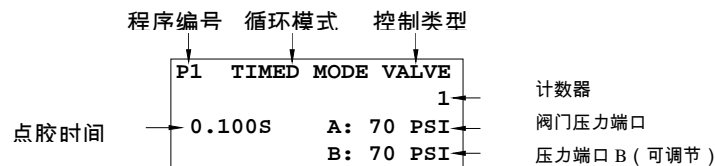

图 3.0
4. 同时按“模式”按钮 (2) 和“设置”按钮 (3)，直到显示屏的右上角出现“VALVE” (阀门)，如图 3.0 所示。